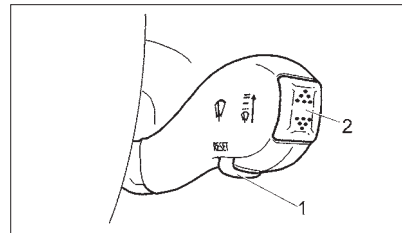

Рис. 42. Клавиши подрулевого переключателя
- кнопка «**Reset**» 1 (рис. 42);